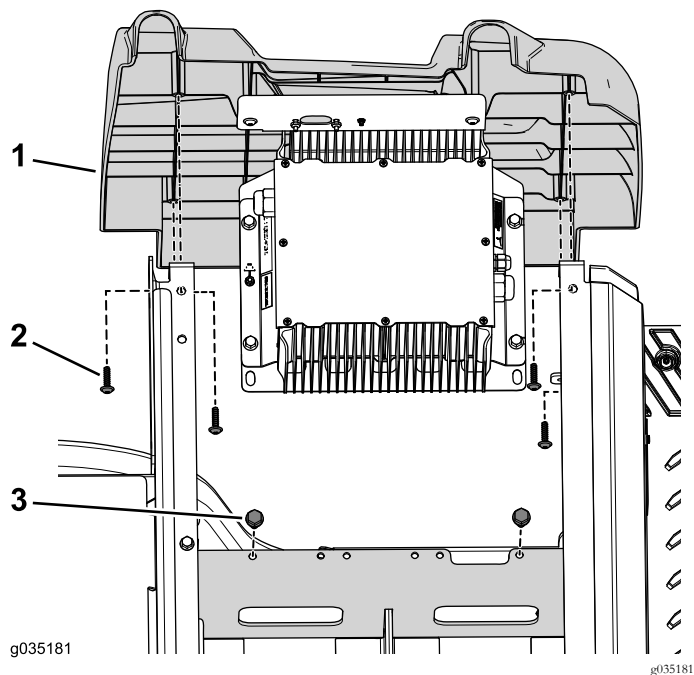

图88
9. 用 2 个螺栓 3/8 x 3/4 英寸将充电器支架固定到电池托盘 图88。